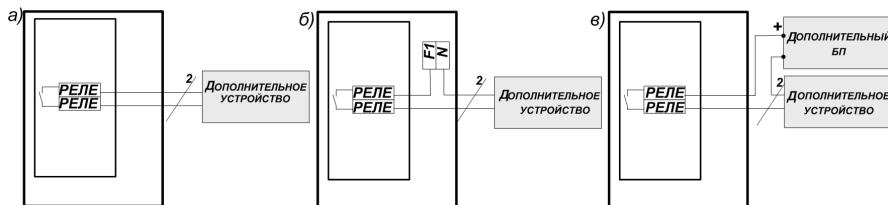

Рис.1
Переход в требуемый режим программирования осуществляется из соответствующего ему режима просмотра (т.е. переход в режим программирования адреса устройства осуществляется только из режима просмотра адреса). Текущий режим программирования индицируется миганием соответствующего светодиода. В режимах «Программирование 1», «Программирование 2», «Программирование 3» установки программируются изменением положения DIP-переключателя (см. Рис.1 Приложение В) (например: для активации датчика № 4 необходимо переключить DIP – переключатель №4). При этом, светодиоды №1-4, соответст-
- 2.1.1 Разметить и просверлить на монтируемой поверхности 4 крепежных отверстия диаметром 8мм в соответствии с Рис. 1 Приложения Г.
Электрический монтаж рекомендуется выполнять согласно Рис.1 Приложения В в приведенной ниже последовательности.
2.2.4 Подключить светозвуковой оповещатель к клеммам «РЕЛЕ1» на плате «ТТ901», соблюдая полярность при подключении. Варианты подключения вспомогательных устройств смотри на Рис.1.